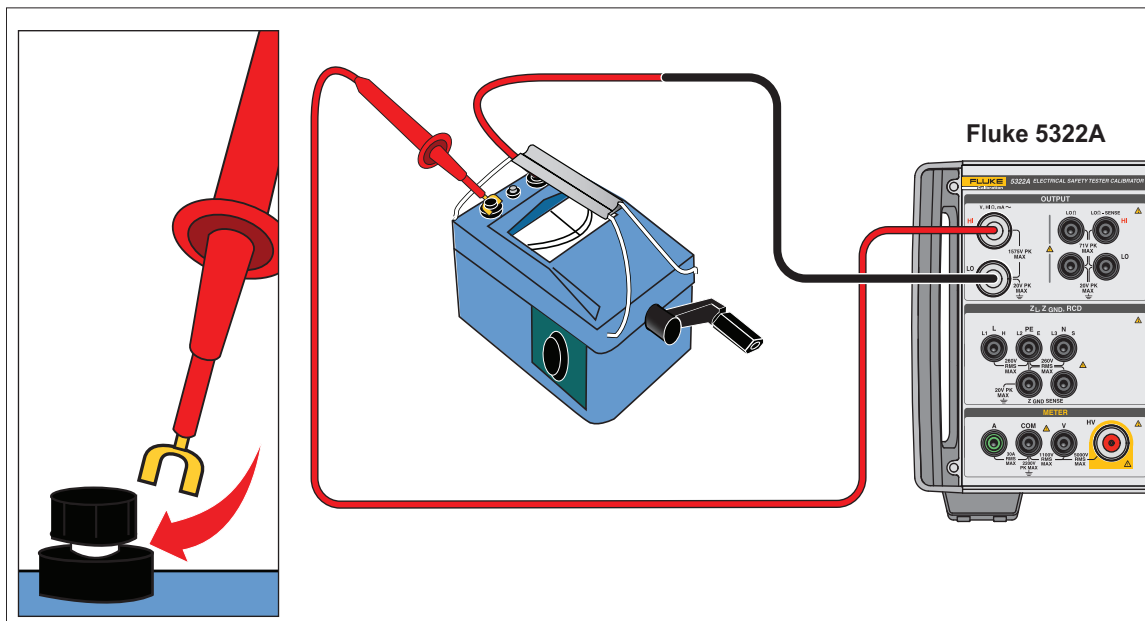

Figura 36. Conexiones del comprobador de aislamiento con manivela
2. Conecte el DUT a los terminales de salida HI Ohm y LO Ohm del Producto. Consulte la figura 36.